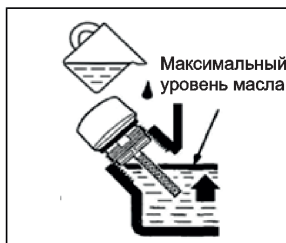

Рис. 5
3. Через маслозаливную горловину залейте моторное масло в картер двигателя до уровня нижней кромки маслозаливной горловины (Рис. 5);